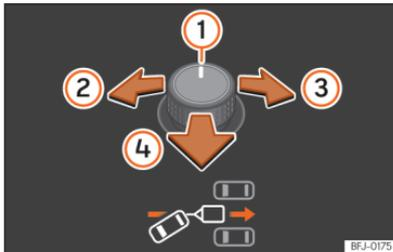
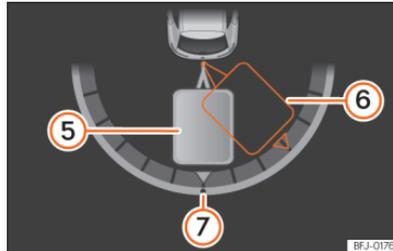

Abb. 172 Drehknopf für die Außenspiegel: Ausrichtung des Anhängers einstellen.
Abb. 173 Bildschirm des Kombi-Instruments: Rückwärtsfahren.
Legende zu **»»»** [Abb. 172], **»»»** [Abb. 173]:
- Drehknopf kippen, bis die gewünschte Richtung erreicht ist **»»** [Abb. 172]. Am Bildschirm des Kombi-Instruments erscheint zur Orientierung eine Darstellung des Gespanns in der aktuellen Position **»»** [Abb. 173].